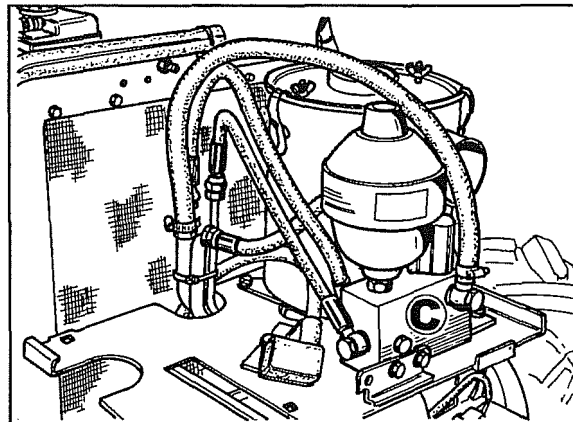

Fig. 6
4. (Per versione Max) Scollegare il gruppo elettrovalvola proporzionale **C** fig. 6 dal supporto quindi ribaltarlo a ridosso del radiatore.